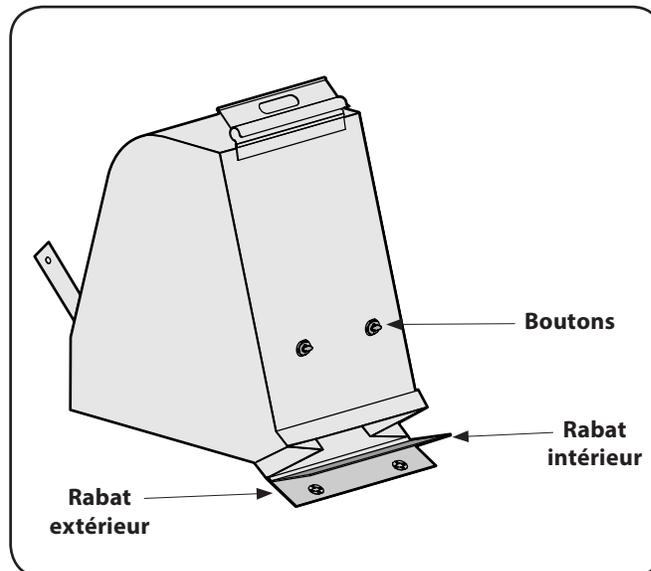

Figure 5-2
5. Tournez les deux boutons à l'arrière du sac pour ouvrir et vider le sac. Voir Figure 5-2. Tenez bien la poignée et l'attache du sac lorsque vous videz le contenu du sac.
7. Repliez le rabat extérieur sur le rabat intérieur et insérez les boutons du sac dans les œillets de métal. Voir Figure 5-2.